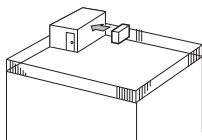

Fig. 2-3
- ① Rett luftslippet mot nærmeste tilgjengelige vegg, hold en avstand på omtrent 35 cm. (Fig. 2-3)